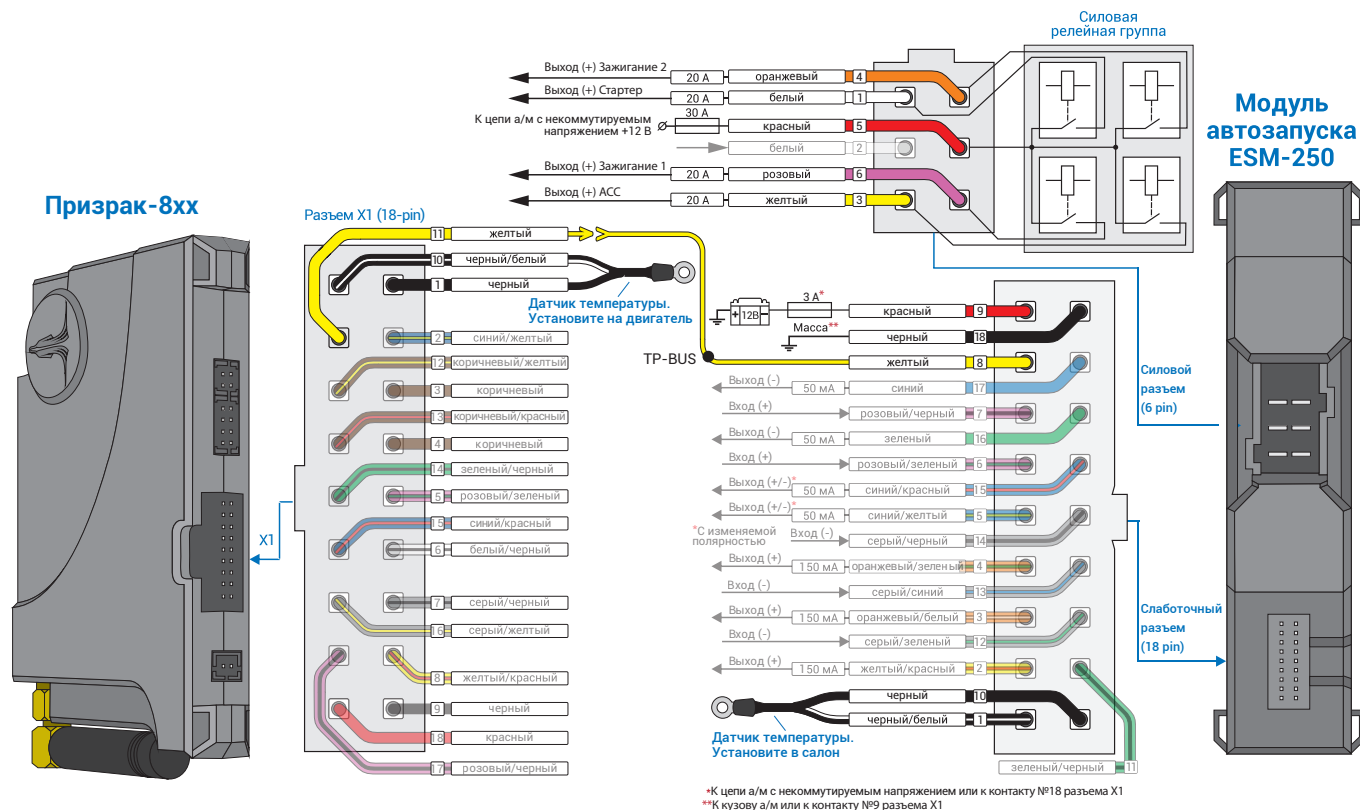

Рис.4 Подключение модуля автозапуска ESM-250
5. Подключите модуль автозапуска ESM-250 – выводы модуля, которые требуется подключить выделены на рис. 4. Подключение производится в разъеме на задней части блока предохранителей (см. рис. 5-7).